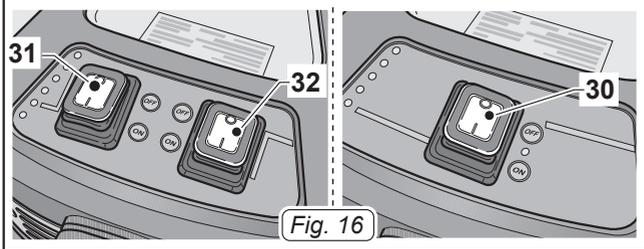

Fig. 16
- Presionar el interruptor (30 Fig.16) en "I" para activar el motor de aspiración y el interruptor se ilumina.
- Dependiendo de la potencia disponible es posible activar un solo motor pulsando el interruptor (31 Fig.16) en "I" o bien ambos interruptores (31 y 32 Fig.16) si se requiere una mayor fuerza de aspiración. Con el interruptor pulsado el correspondiente botón se ilumina.
- Pulse los conmutadores (30, 31, 32 Fig.16) a "0" para apagar el dispositivo; las luces, si hay sobre los interruptores, se apagan.